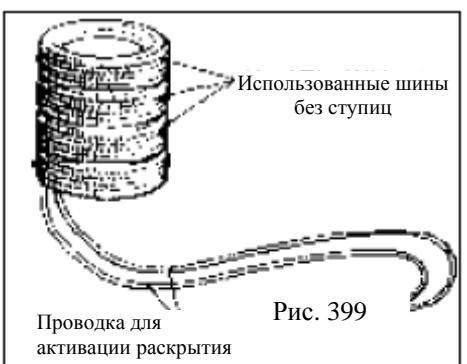

Рис. 399
- f.** Установите 3 использованные шины без ступиц (дисков) сверху установленной шины для закрепления блока подушки безопасности водителя (см. рисунок 399).